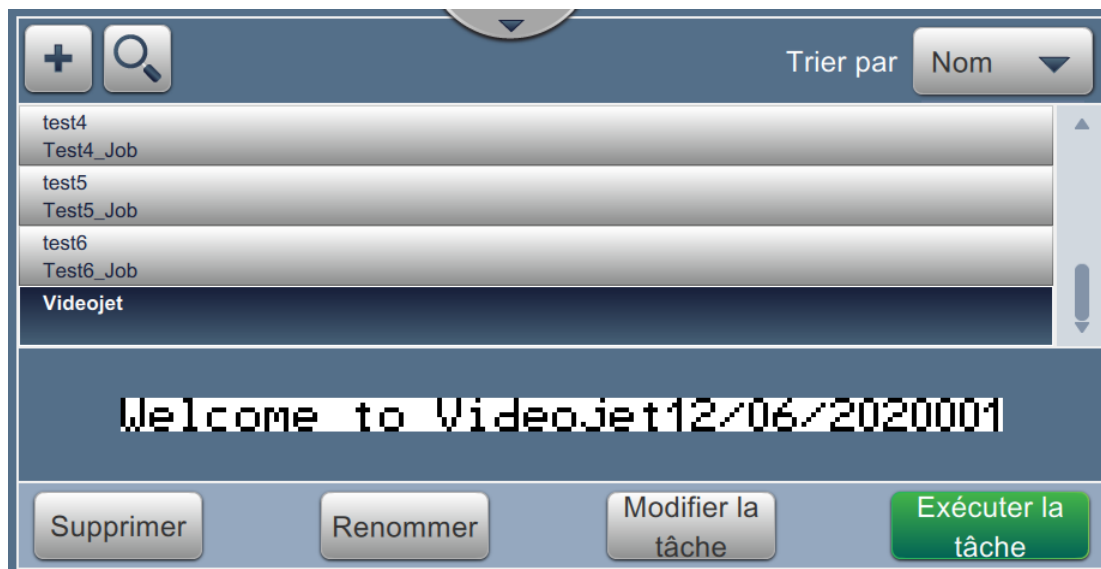

Figure 5-26 : Liste des tâches
32. La tâche « Videojet » est ajoutée à la liste des tâches, tel qu'illustré dans la Figure 5-26.